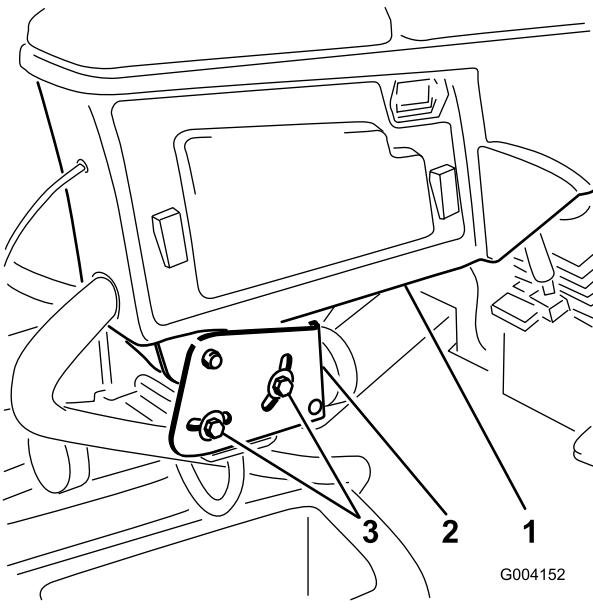

Figura 3
- Afloje los 2 pernos que fijan el brazo de control al soporte de retención (Figura 3).